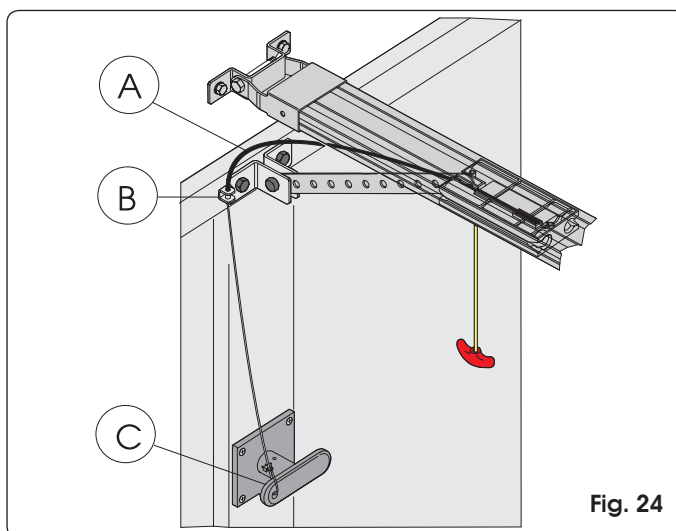

Fig. 24
- 1) Tagliare a misura la guaina del cavetto (Fig. 24 rif. A).
- 2) Infilare il cavetto nella guaina e farlo passare nell'apposito occhiello dell'attacco sulla porta (Fig. 24 rif. B).
- 3) Tagliare a misura il cavetto ed assemblarlo con la leva interna della maniglia di sblocco (Fig. 24 rif. C).